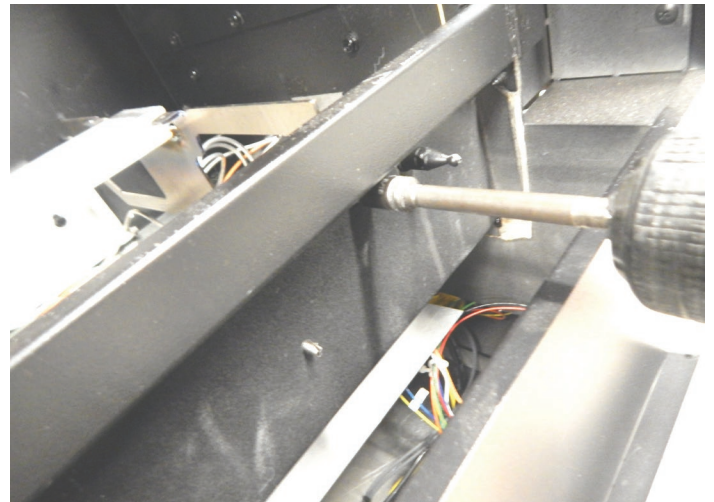
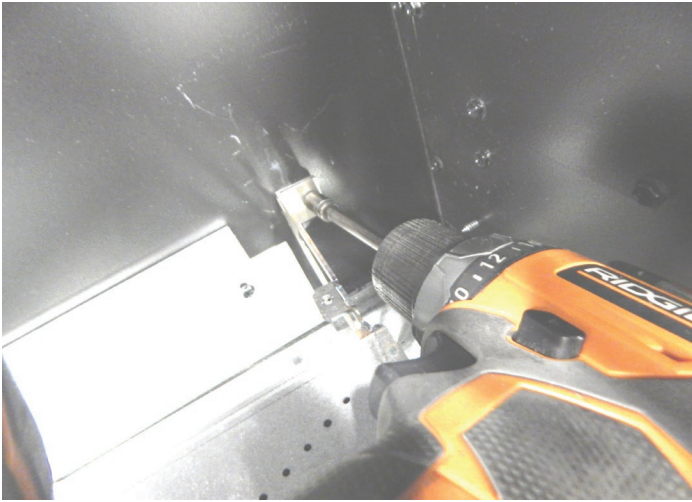

Figure 3
Figure 4
10. Pour remplacer l'orifice du brûleur, retirer quatre (4) vis hexagonales de 5/16 po qui fixent les supports extérieurs du brûleur. Chaque support d'extrémité est fixé à l'aide de deux (2) vis. **Voir la Figure 3** pour l'emplacement de la vis avant et la **Figure 4** pour l'emplacement de la vis arrière.